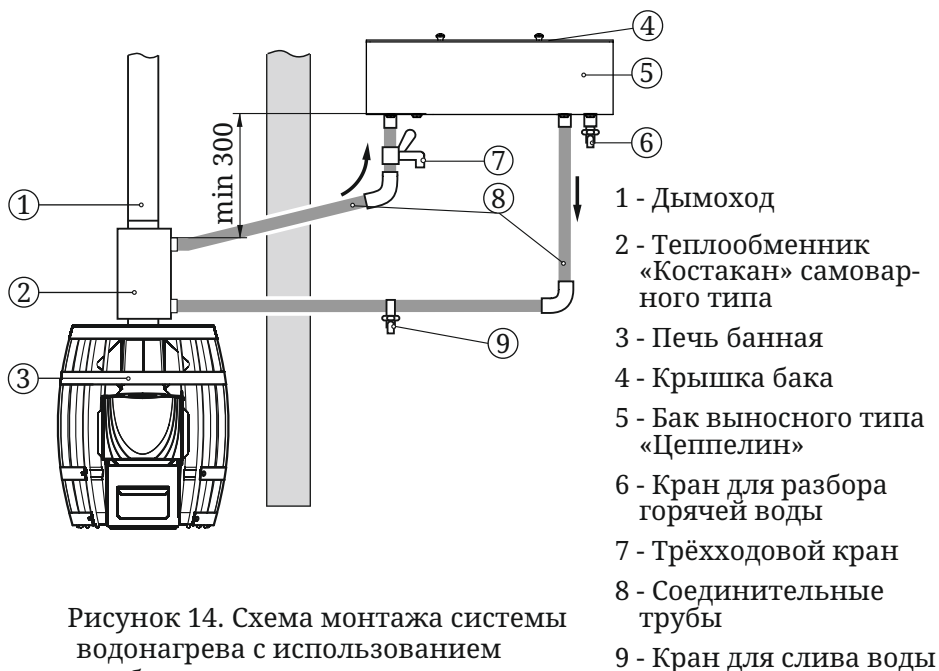

Рисунок 14. Схема монтажа системы водонагрева с использованием теплообменника «самоварного» типа
При необходимости получения горячей воды за более короткий срок, допускается производить разбор воды до ее попадания в бак. Для этого необходимо присоединить трехходовой кран типа «Т» (7) к трубе горячей линии, между верхним штуцером теплообменника и выносным баком в удобном для вас месте (рисунок 14).